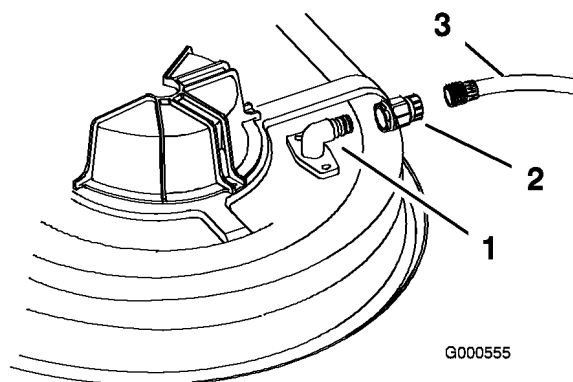

Bild 51
3. Montieren Sie die Schlauchkupplung auf die Kupplung am Mähwerk-Spülanschluss und drehen Sie das Wasser mit starkem Druck auf (Bild 51).